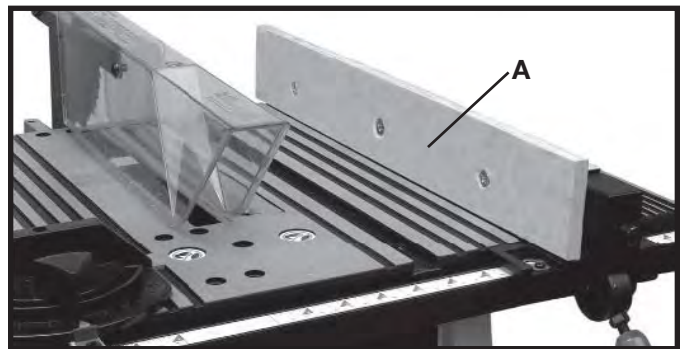

Fig. 43A
Los revestimientos de madera (A), Fig. 43A, son necesarios en algunas operaciones especiales en uno o ambos lados de la guía de corte. El revestimiento de madera se sujeta a la guía con tornillos a través de los orificios de la guía. La mayoría de los trabajos necesitarán material de 19,05 mm (3/4"), aunque algún trabajo eventual podría requerir un revestimiento de 25,4 mm(1").